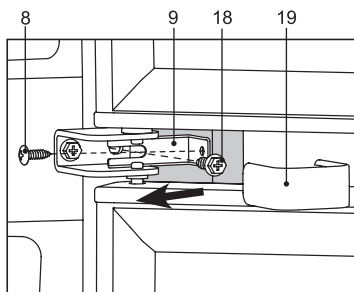

Figura 8
- îndepărtați profilul decorativ 19 în conformitate cu figura 8;